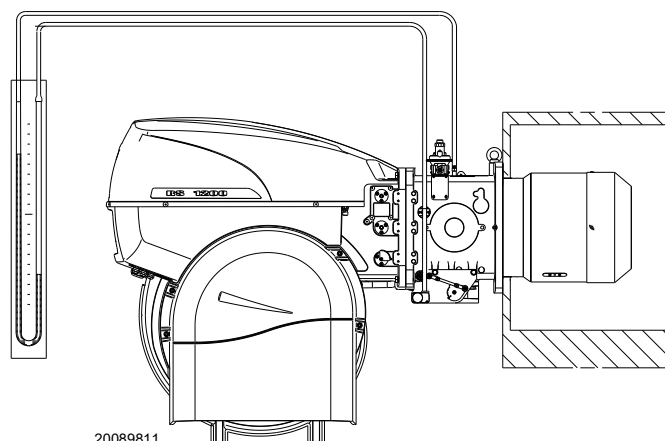

Fig. 23
- Monter un manomètre en U ou un manomètre de type différentiel (Fig. 23), avec la prise (+) sur la pression de gaz du manchon et (-) dans la chambre de combustion. Ceci sert à obtenir approximativement la puissance MAX. du brûleur.
L'arrivée de gaz au manchon est mise en évidence sur le manomètre en U (Fig. 23 à la page 23).